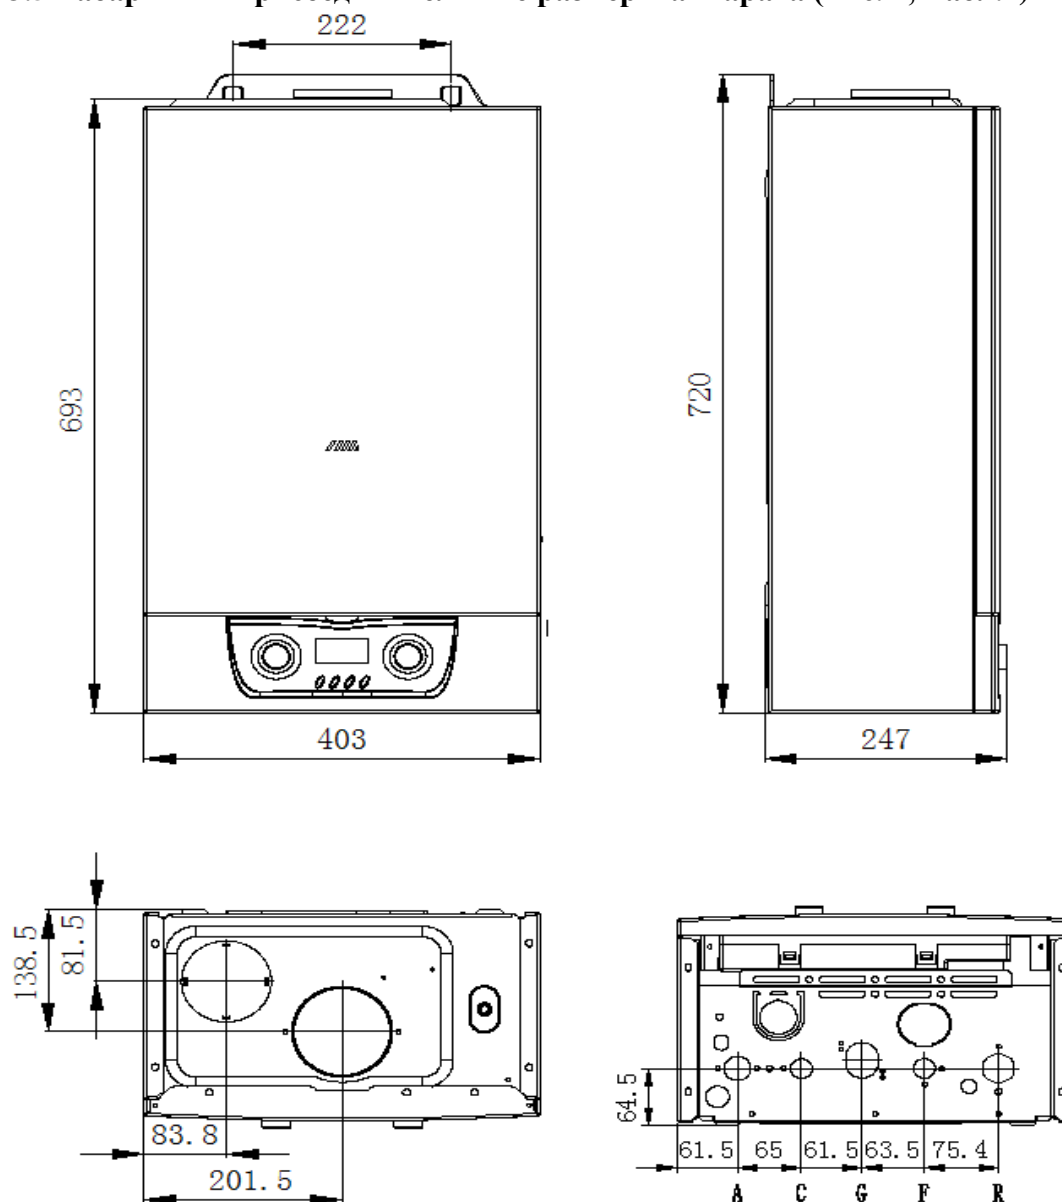

Рис. 1
3.5 Габариты и присоединительные размеры аппарата (Рис. 1, Табл.2)